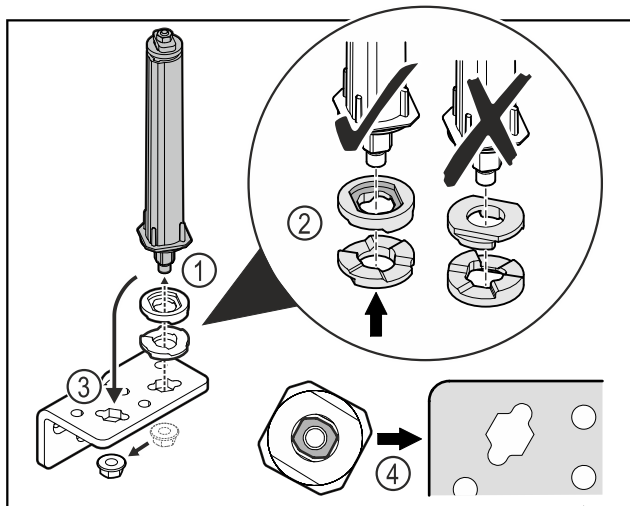

Fig. 52
- Aflojar la tuerca y retirar el sistema de bloqueo de la puerta Fig. 52 (1).
- Tener en cuenta la orientación correcta de las arandelas de ajuste de altura Fig. 52 (2).
- Cambiar la posición del sistema de cierre de la puerta en la escuadra de bisagra y fijar con la tuerca Fig. 52 (3).
- Tener en cuenta la orientación correcta del sistema de cierre de la puerta al insertarlo Fig. 52 (4).